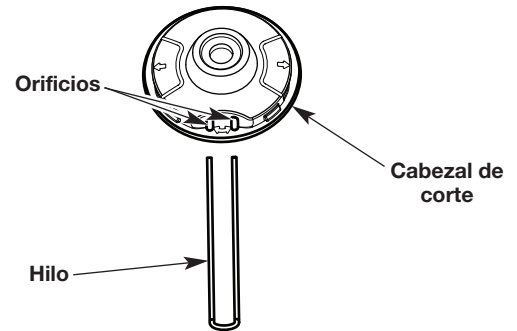

Fig. 14
3. Inserte los extremos del nuevo hilo de recorte dentro de los orificios del cabezal de corte (Fig. 14). Empuje el hilo a través de los orificios hasta que ambos extremos sobresalgan de los conductos de posicionamiento (Fig. 15).